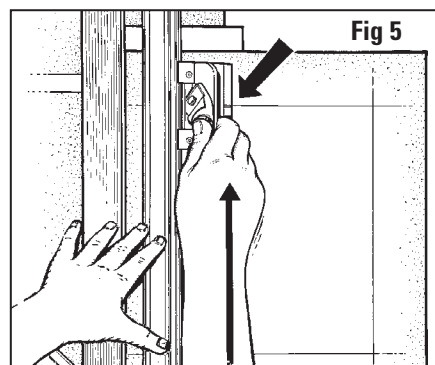

Fig 5
- Avec la main gauche appliquant une pression d'appui sur le rail de guidage, faites glisser le couteau biseauté vers l'avant jusqu'à ce que le repère de début et de fin s'aligne avec la ligne tracée au crayon. **NE DÉPASSEZ PAS CETTE LIGNE ! Fig. 5**
- Drücken Sie mit der linken Hand nach unten auf die Führungsschiene, schieben Sie den Winkelschneider nach vorne, bis die Start- und Stopp-Anzeigelinien der oberen Bleistiftlinie entsprechen. **GEHEN SIE NICHT ÜBER DIESE LINIE HINAUS ! Abb. 5**
- Con su mano izquierda y aplicando presión sobre el carril guía, deslice el cortador biselado hacia adelante hasta que el indicador de inicio y de parada se alinee con la línea de lápiz superior. **¡NO VAYA MÁS ALLÁ DE LA LÍNEA ! Fig. 5**
- Esercitando pressione sulla rotaia di guida con la mano sinistra, far scorrere in avanti la taglierina per passepartout a smusso finché l'indicatore di inizio e di fine non si allinei con la linea tracciata a matita superiore. **NON SUPERARE LA LINEA ! Fig. 5**